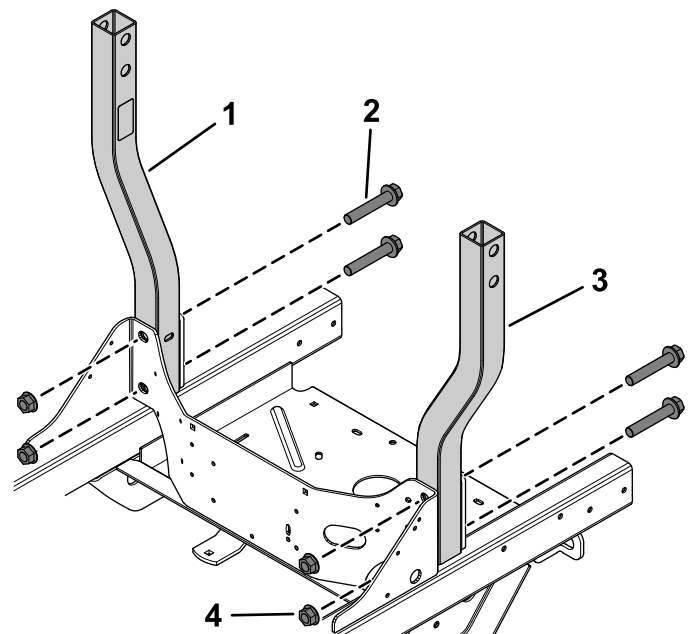

Bild 1
1. Befestigen Sie die unteren Überrollbügelbaugruppen locker mit zwei Bundkopfschrauben ($\frac{5}{8}$ " x $3\frac{1}{2}$ ") und zwei Sicherungsmuttern ($\frac{5}{8}$ ") auf jeder Seite am Mäher (Bild 1).